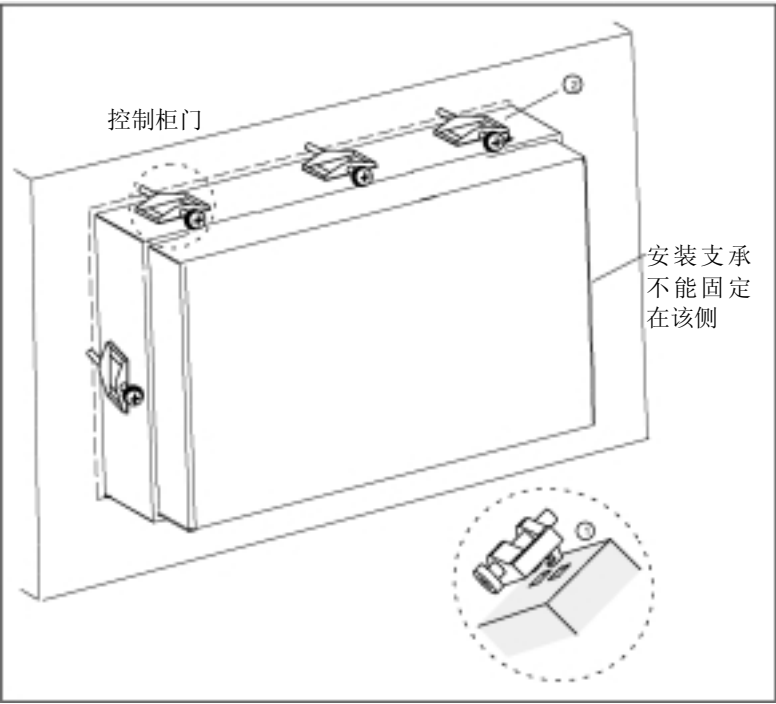

图 2-2 C7-613 的机械安装
3.	将所提供安装支承①的 7 个安装钩插入 C7-613 外壳中的凹槽中。见图 2-2。安装支承不能固定在 X11 连接器附近较窄一侧(图 2-2 的右侧)。
4.	使用改锥，从控制柜门的后面均匀、交叉拧紧 C7-613，直到 C7-613 的前面支承在控制柜门②上。调整设备，使其周围在外壳和切口部件之间的间隙均匀。